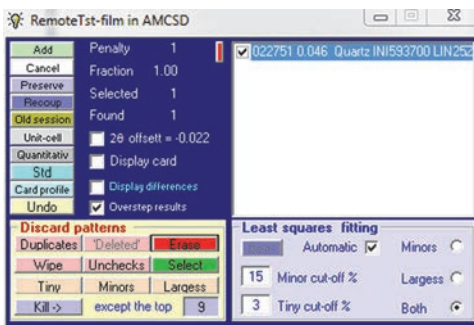

图 C-9 显示选中晶相的对话框
11. 点击**Unchecks**（未选中），清除未选中（不需要）的晶相（参见第95页的图 C-9）。